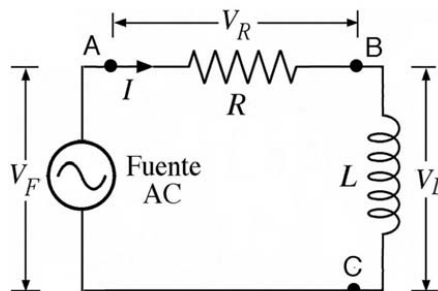

Figura 16: Circuío RL .
Neste apartado estudaremos o comportamento dun circuío (Figura 16) serie RL , tanto analiticamente como experimentalmente. Como primeiro paso, o grupo de traballo debe seleccionar do clasificador aportado as compoñentes pasivas que vas usar e mede os seus valores co polímetro. A continuación, realizaremos os seguintes pasos:
2. Montar o circuío (Figura 16) cos elementos pasivos seleccionados e as condicións establecidas no punto anterior (tipo de sinal, amplitude e frecuencia). A continuación, alimenta o circuío e mide directamente co osciloscopio (empregamos as canles CH1 e CH2) os valores experimentais das magnitudes de interese que poidas (amplitudes,